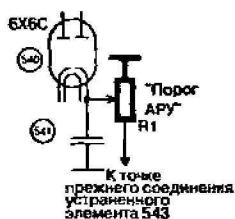

Рис. 2.13. Схема доработки системы АРУ
3. Для улучшения работы системы АРУ вводится регулировка порога срабатывания в соответствии с рис. 2.13. Регулировочный резистор R1 устанавливается на передней панели вместо ВЧ разъема «АРУ». Номинал этого резистора не критичен и определяется только допустимой рассеиваемой мощностью (приложенное напряжение равно 160 В). Он может находиться в пределах 100...910 кОм при номинальной рассеиваемой мощности 0,5 Вт.